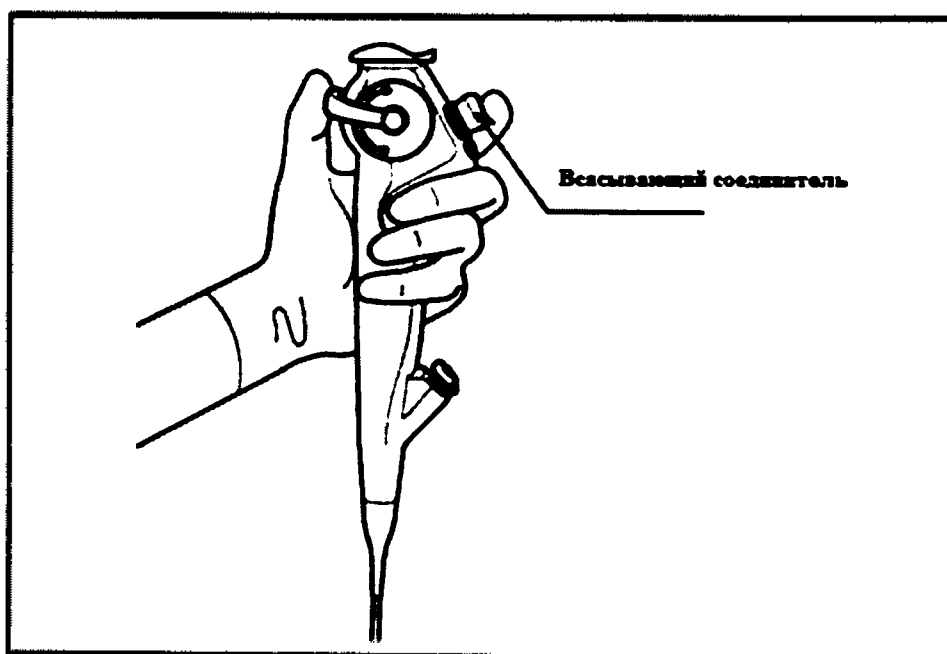

Рис. 4.3 Всасывание.
1. Нажмите на аспирационный клапан, чтобы аспирировать лишнюю жидкость или другие загрязнения, закрывающие эндоскопический обзор (рис. 4.3).